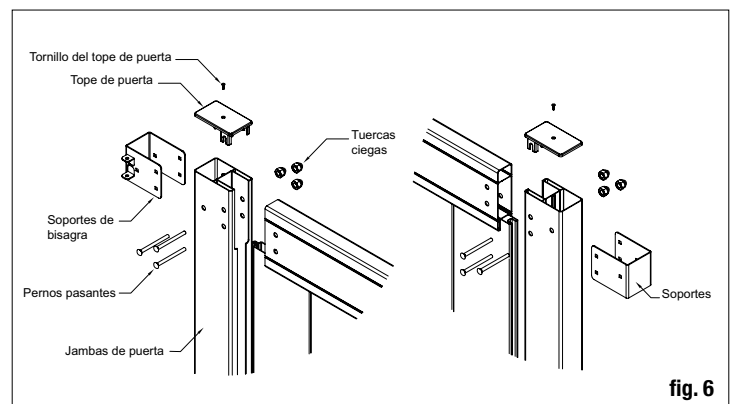

fig. 6
Place gate jambs on both sides of the rails and place the hinges on the gate jamb so they are aligned with the rails. Using the bracket as a guide, drill the three (3) necessary 1/4" holes for the bracket bolts. Repeat these steps for the hinged brackets as well (fig. 6). Ensure the rails are fully inserted in the jamb before drilling. The bolts need to go through the jamb and rail to function properly.
Coloque las jambas de la puerta en ambos lados de los barandales y coloque las bisagras en la jamba de la puerta de forma que se alineen con los barandales. Utilizando el soporte como guía, perforo los tres (3) agujeros necesarios de 1/4" para los pernos del soporte. Repita estos pasos para los soportes de bisagras también (fig. 6). Asegúrese de que los barandales estén completamente insertados en la jamba antes de perforar. Los pernos tienen que ir a través de la jamba y el barandal para que funcionen correctamente.